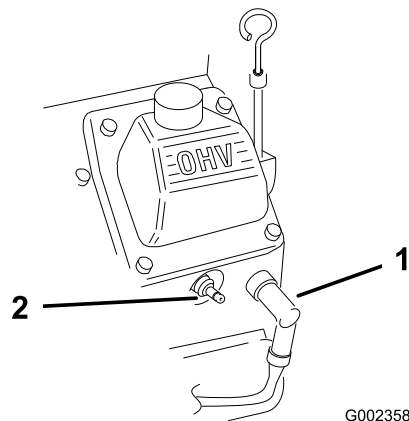

Figura 51
2. Scollegate i cappellotti dalle candele (Figura 51).